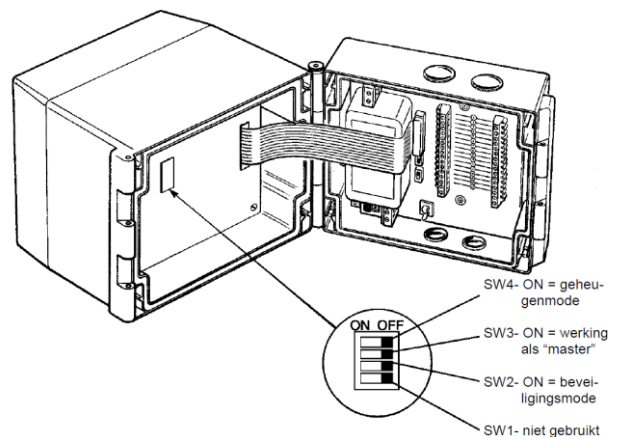

Fig. 10
Drie werkmodes kunnen ingesteld worden door middel van de interne schakelaars (zie fig.10). De vergroting toont de schakelaars in hun normale (default) stand.
De R16C wordt ingesteld op "geheugenmode" door de schakelaar SW4 op ON te stellen. In dit geval gaat de GEHEUGEN-LED (G) aan (zie fig.10).
De R16C wordt ingesteld op beveiligingsmode door de schakelaar SW2 op "ON" te stellen (zie fig.10).
Bij een cascadesysteem wordt de **master** R16C ingesteld in cascademode door de schakelaar SW3 op "ON" te zetten (zie 4.1, fig. 10). In cascademode controleert de **master** R16C de relaisuitgang PL2 van een aantal R16C's, gemonteerd als **slave**.